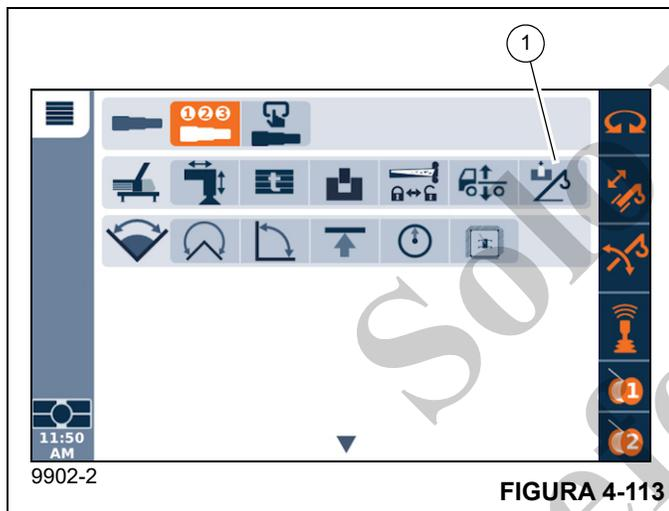

FIGURA 4-112
La pantalla de la función de elevación/descenso de la suspensión (Figura 4-112) se utiliza para bajar y subir la suspensión de la grúa.
**NOTA:** Al viajar con la grúa o realizar una recolección y cargar, la suspensión debe estar a la altura del recorrido, lo que se muestra con un indicador verde de estado de la altura de conducción de la suspensión (7, Figura 4-112). Levante completamente la suspensión cuando realice un levantamiento estacionario de 360° en caucho. Cuando la suspensión no está a la altura de la conducción, el indicador de estado de la altura de la conducción de la suspensión es rojo (5, Figura 4-112).
1. Con el cuadrante selector o los botones de flecha en el panel de control de navegación, seleccione el icono de subir (1, Figura 4-112).
3. Suelte el cuadrante selector o el botón OK (Aceptar) cuando el indicador de estado de la altura de la suspensión del desplazamiento (5, Figura 4-112) cambie de rojo a verde, lo que indica que la suspensión está a la altura de conducción.
4. Con el cuadrante selector o los botones de flecha en el panel de control de navegación, seleccione el icono de descenso de la suspensión (2, Figura 4-112).
6. Suelte el cuadrante selector o el botón OK (Aceptar) cuando los indicadores de altura de la suspensión del lado izquierdo y derecho (5 y 6, Figura 4-112) estén a la altura deseada.
Como se ha indicado anteriormente, la suspensión está a la altura de viaje deseada cuando el indicador de estado de la altura de viaje de la suspensión (7, Figura 4-112) aparece en verde. Según el terreno en el que se encuentre la grúa, puede que no sea posible ajustar la suspensión de tal manera que el indicador de estado de la altura de viaje de la suspensión (7, Figura 4-112) aparezca en verde. En esta condición, primero asegúrese de que la rueda de la grúa no se levante en un bordillo o una roca, y luego ajuste la suspensión de manera que los dos porcentajes de suspensión (3, 4, Figura 4-112) estén centrados alrededor del 50 %.